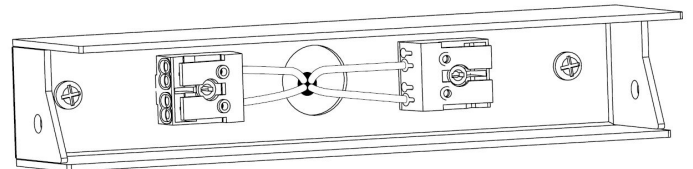

Рис.2
3. Подключить светильник согласно схеме (Рис. 2)